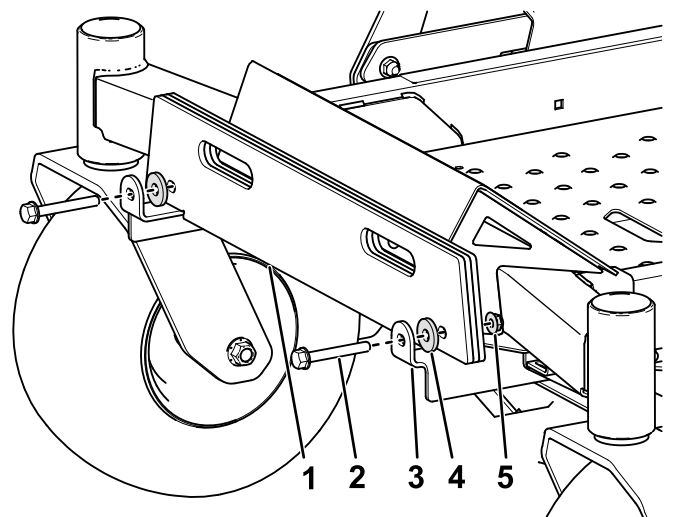

Figure 4
2. Fixez les masses à poignée (nombre déterminé par la taille du plateau) sur les supports de montage au moyen de 2 boulons ($\frac{3}{8}$ " x $2\frac{3}{4}$ "), 2 rondelles et 2 contre-écrous ($\frac{3}{8}$ "), comme montré à la Figure 4.